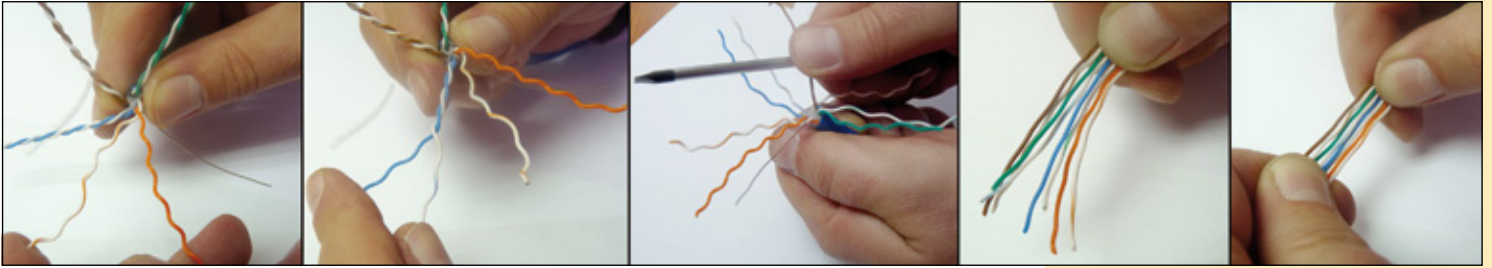

Figura 8
- 7 Proceda a separar cada conductor de cobre y enderezarlo con la ayuda de un destornillador, tal como se muestra en el grupo de imágenes de la Figura 8.